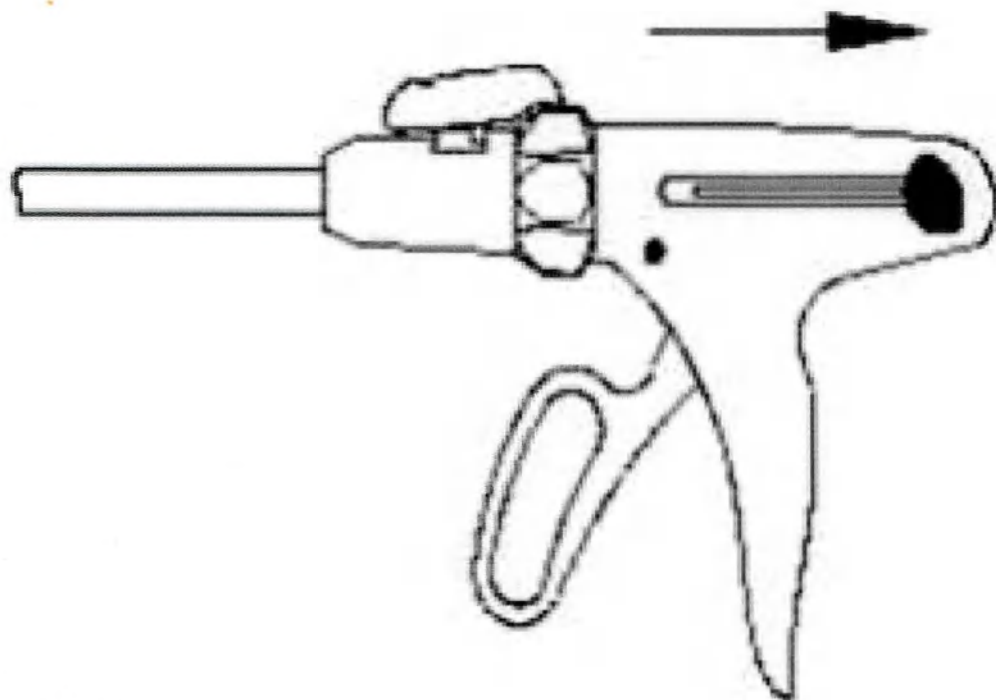

Рисунок 3.
3. Чтобы убедиться в правильности зарядки, выполните цикл работы степлера после установки кассеты. Сожмите ручку один раз, чтобы закрыть губки кассеты. Потяните назад черные ручки возврата и убедитесь, что губки кассеты полностью открыты (рисунок 3)